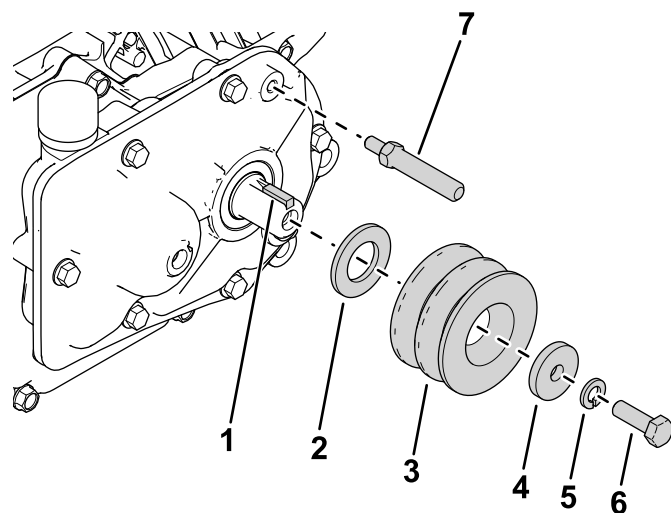

Рисунок 2
2. Вставьте квадратную шпонку в выходной вал (Рисунок 2).
и болт (5/16 x 1 дюйм), как показано на Рисунок 2.
4. Установите поворотный вал тяги на редуктор (Рисунок 2).